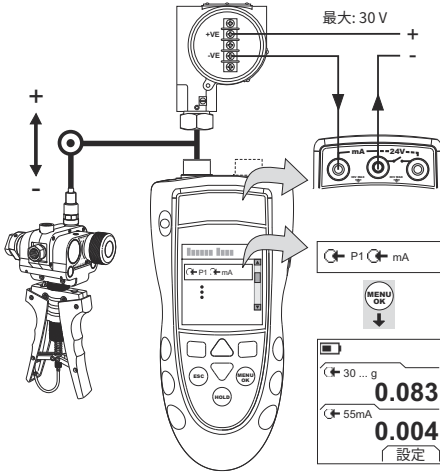
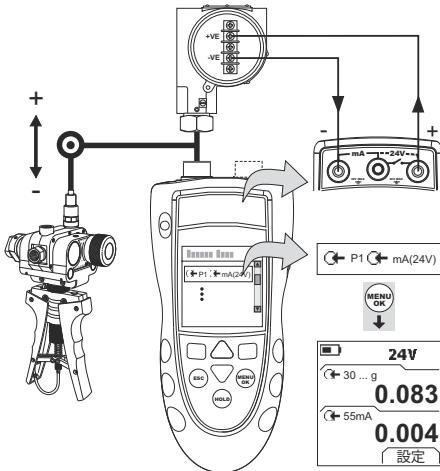

図 5: 構成例 - 外部ループ電源を使用したトランスミッタ校正
図 6: 構成例 - 内部ループ電源を使用したトランスミッタ校正
- 本計器を接続し(図5または図6)、必要に応じてセットアップ(表1)を調整します。